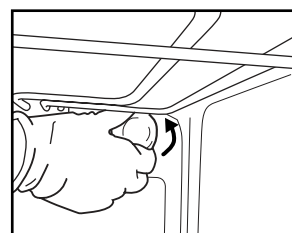

Fig. 6
2. Svitare il coprilampada (Fig. 6), sostituire la lampadina (per il tipo, vedere la nota) e riavvitare il coprilampada.